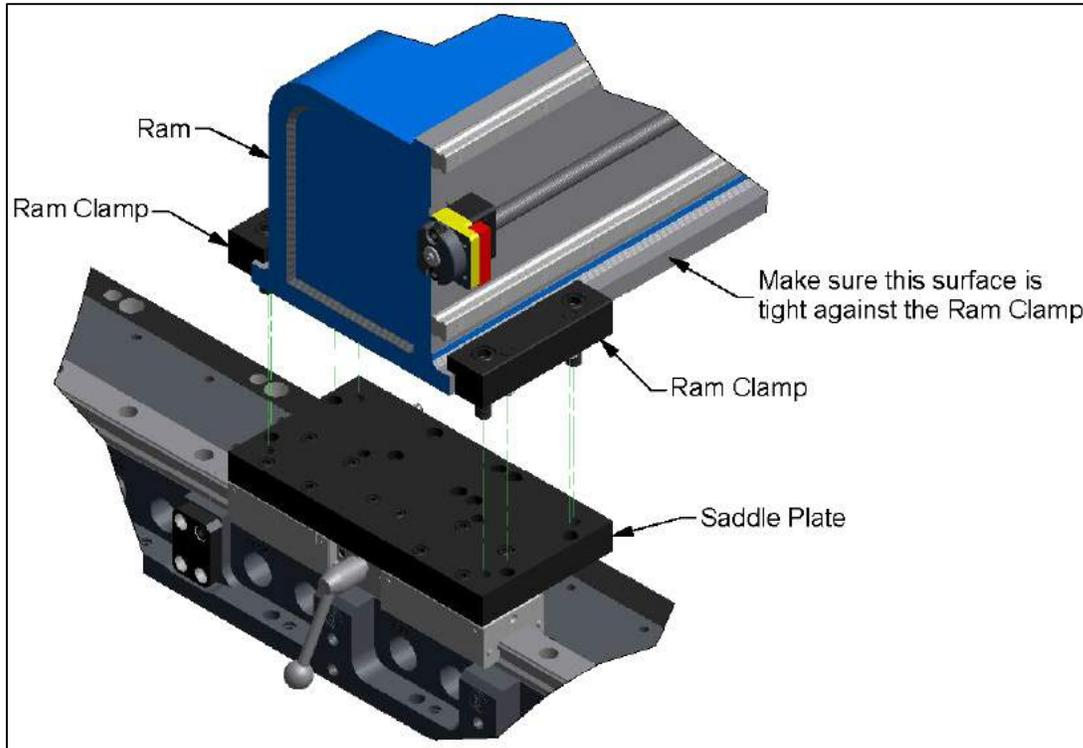

Figura 10
2. Presione el borde frontal del cilindro contra el interior de la abrazadera del este. Esto alinea el cilindro en perpendicular al lecho. A continuación coloque el cilindro como se muestra en la Figura 10.